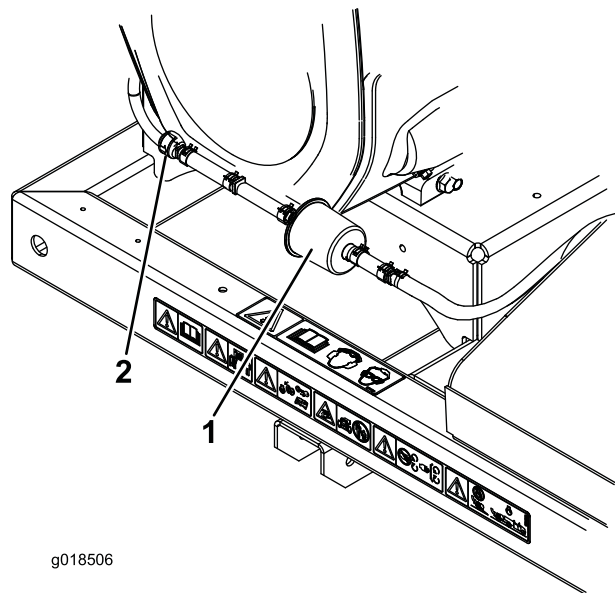

Figure 19
2. Éloignez les colliers à ressort de flexibles situés de chaque côté du filtre à charbon actif du conduit de purge (Figure 19).
3. Déposez le filtre à charbon actif et mettez-le au rebut (Figure 19).
4. Posez un filtre neuf dans le flexible en dirigeant la flèche vers le clapet antiretour et fixez-le en place avec les colliers (Figure 19).